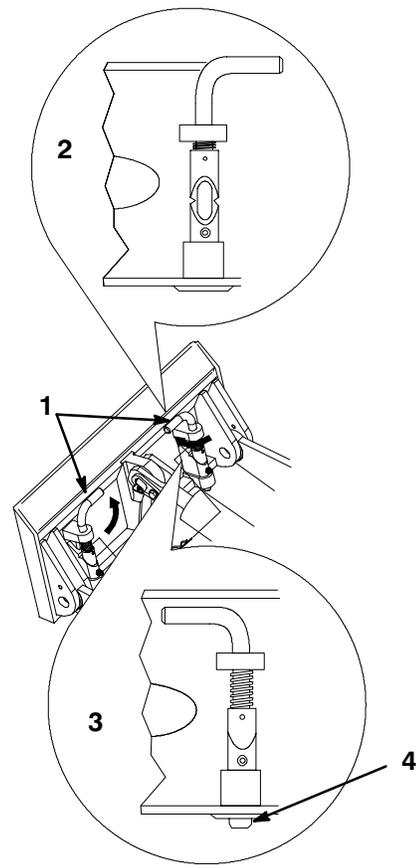

Figure 12
5. Engager les goupilles de blocage rapide, en veillant à les insérer à fond dans la plaque de montage (Fig. 12).